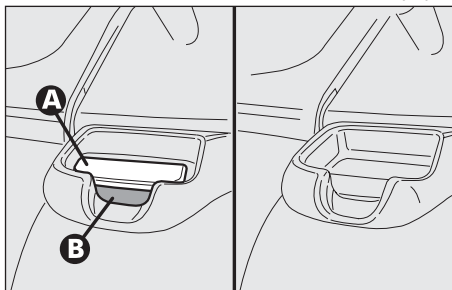

fig. 42
Asegúrese de que el respaldo esté bien enganchado en ambos lados (no se ven las "bandas rojas" (B-fig. 42)) para evitar que en caso de frenado brusco, el respaldo pueda proyectarse hacia adelante hiriendo a los pasajeros.
El respaldo está enganchado correctamente cuando ya no se ve la "banda roja" (B-fig. 42) presente en las palancas (A) de inclinación del respaldo. De hecho, la presencia de la "banda roja" indica que el respaldo no está enganchado correctamente. Cuando coloque el respaldo en la posición normal, asegúrese de que esté bien enganchado hasta oír el "clac" de bloqueo.